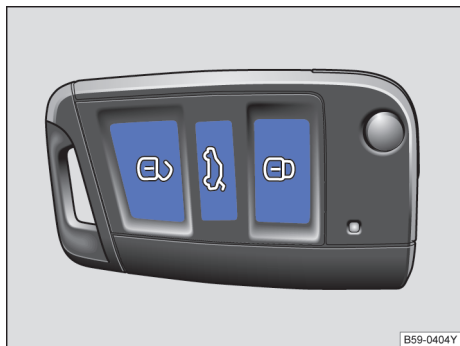
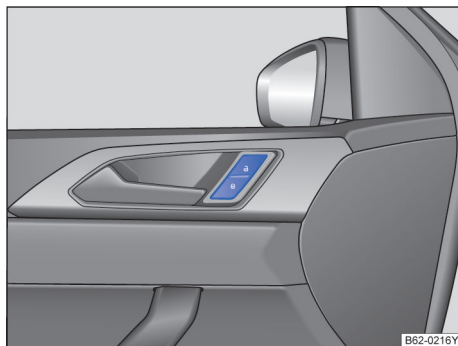

图 44 遥控钥匙上的按钮。
图 45 驾驶员侧车门内: 中央门锁按钮。
行驶车速超过 15km/h 时汽车自动闭锁→ 第 26 页。闭锁汽车后中央门锁按钮里的指示灯  以黄色点亮→ 图 45。
如短时间内反复按压汽车钥匙上的按钮→ 图 44 或中央门锁某个按钮→ 图 45，则中央门锁系统将暂时关闭，防止系统过载。然后汽车处于解锁状态约 30 秒钟。在此期间，若未打开车门或行李厢盖，随后汽车将自动闭锁。 <
遥控钥匙上的按钮操作 → 图 44:
按压按钮 → 图 45:
- 按压  按钮 → 图 45
如果一把汽车钥匙位于汽车内部空间并且从外面用另一把有效的汽车钥匙将汽车锁止，则位于汽车内部空间的这把汽车钥匙被禁止用于启动发动机→第 91 页。如要许可启动发动机，操作位于车内的遥控钥匙上的按钮 ⑥→图 44。
如用另一把钥匙在车外闭锁汽车，则车内的钥匙将被锁止，无法起动发动机→第 91 页。如需使车内钥匙获得许可起动发动机，则可按压车内钥匙上的  按钮→图 44